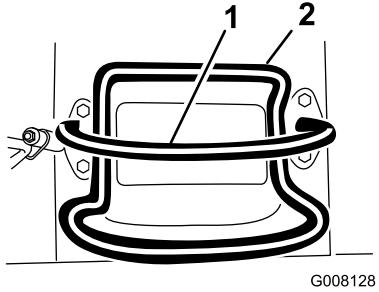

Figure 9
- Pour arrêter la machine, relâchez la commande de déplacement (Figure 9).